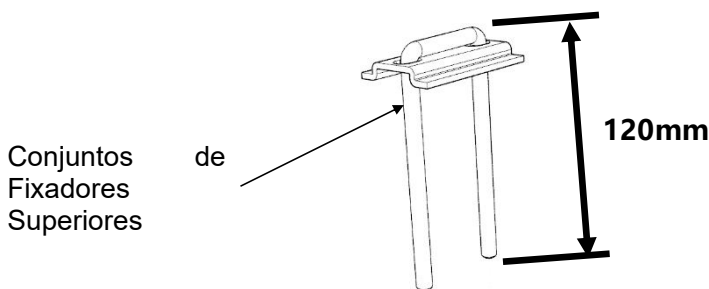
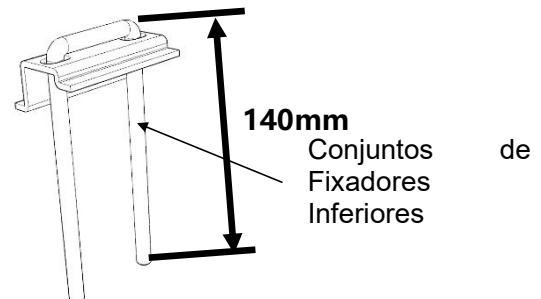

Figura 4
Figura 5
- ④ A instalação de acessórios de suporte e grampos de montagem (os grampos de montagem e conjuntos de aros devem ser selecionados de acordo com o tamanho do montante, a seguinte descrição é apenas para montantes com um tamanho de seção de 40x80mm);
- ⑤ Primeiramente, é necessário rosquear o aro (120) no clipe curto para formar conjuntos de fixadores superiores (Figura 4) e, em seguida, rosquear o aro (140) no clipe alto para formar conjuntos de fixadores inferiores (Figura 5); observe os diferentes comprimentos de aro usados para diferentes montagens.;